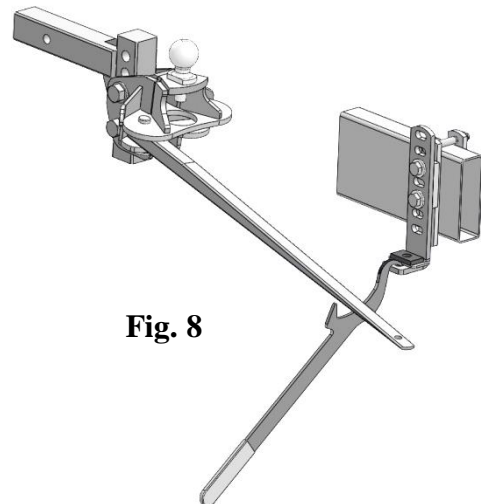

Fig. 8
- Pour placer la barre stabilisatrice sur le support en L (L), garder le coupleur attelé à la boule. Soulever le coupleur à l'aide du vérin de la flèche jusqu'à ce que la barre stabilisatrice se place sur le support en L (L).
- Si le vérin ne soulève pas le coupleur suffisamment haut, utiliser la poignée de soulèvement illustrée à la Fig. 8 ci-dessous. Placer l'extrémité avec crochet de la poignée dans le trou rectangulaire du support en L (L). Placer l'extrémité de la barre stabilisatrice comme illustré et soulever la poignée. Retirer la poignée.